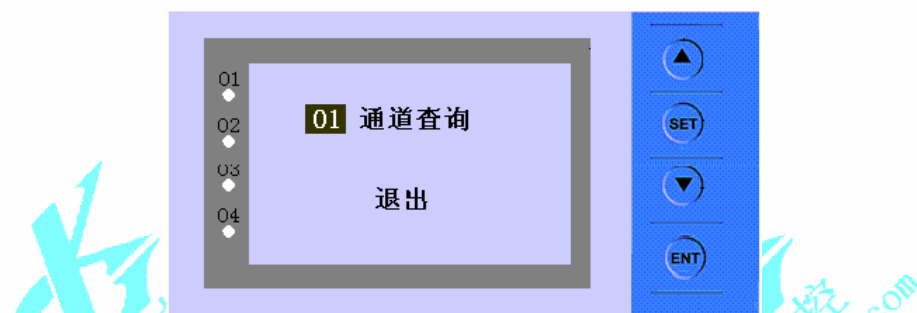
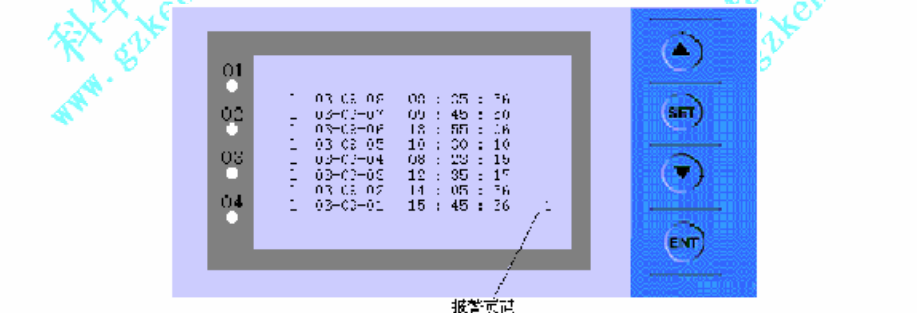

图 16: 报警查询设定画面
图 17: 报警查询设定子画面
8. 报警查询: 报警查询设定画面如图 16 所示。选择所需查询的巡检通道后, 按“ENT”键进入。“SET”报警页码顺序切换, 当报警页码为最后一页时, 再按“SET”则退出当前通道的报警查询状态。报警时刻为最近优先原则, 最近时刻显示在最前面, 当报警个数超过最大报警个数时, 最先的报警时刻将被覆盖。如图 17 所示。